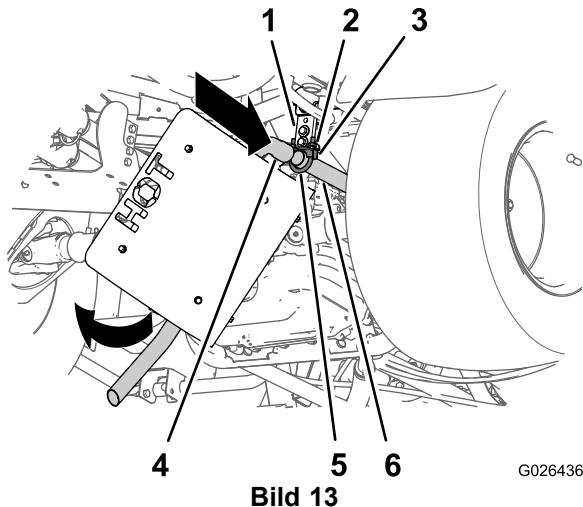
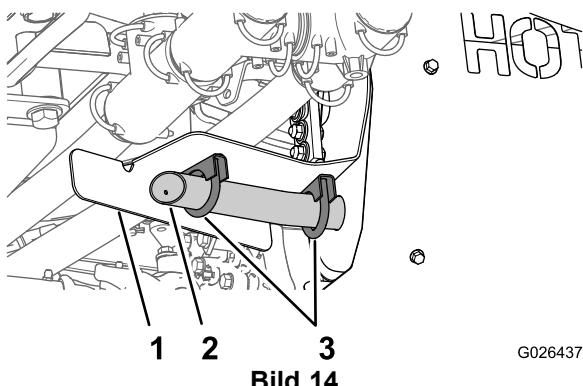
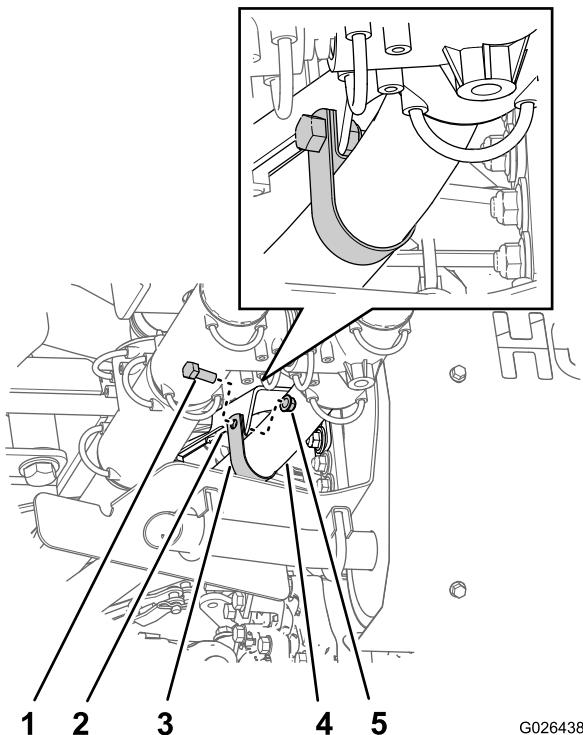

Bild 13
Bild 14
Bild 15
- Fluchten Sie das Zulaufrohr des Auspuffs mit dem offenen Ende des Auspuffrohrs aus (Bild 13).
- Drehen Sie den Auspuff nach oben, bis das Auspuffrohr des Auspuffs mit der Auspuffrohrhalterung ausgefluchtet ist (Bild 13 und Bild 14).
- Befestigen Sie das Auspuffrohr mit zwei Auspuffklemmen (1-1/4") an der Auspuffrohrhalterung, wie in Bild 14 abgebildet.
- Ziehen Sie die Muttern für die Auspuffklemmen am Auspuffrohr und Auspuffzulaufrohr (Bild 13), am Auspuffrohr und an der Auspuffrohrhalterung (Bild 14) und an der Auspuffhalterung und dem Tankstützrohr (Bild 15) mit 1978-2542 Ncm an.
- Schieben Sie die Klemme (1-1/4") um den 1-1/4" dicken Schlauch, der sich neben dem Auspuffhängeprofil für die Auspuffrohrhalterung befindet (Bild 8 und Bild 15).
2. Fluchten Sie das Loch in der Klemme mit dem Loch in der Zunge der Auspuffhalterung aus (Bild 15).
3. Befestigen Sie die Klemme (Bild 15) mit der Schraube (5/16" x 1") und der Sicherungsbundmutter (5/16") an der Halterung.